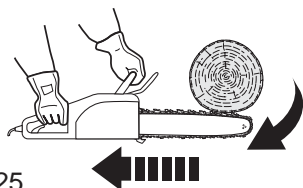

Fig.25
- > Si la chaîne [5] est pincée au niveau du bord supérieur du guide-chaîne [6], celui-ci peut être projeté brutalement vers l'arrière (Fig.25).